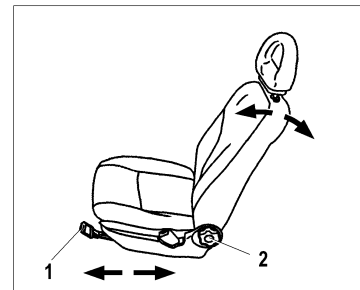

Рис. 9. Переднее сиденье
**Передние сиденья.** Для регулировки передних сидений в продольном направлении потяните блокирующий рычаг 1 (рис. 9) вверх. После установки сиденья в удобное положение опустите рычаг и, небольшим смещением сиденья вперед-назад, добейтесь его надежной фиксации.